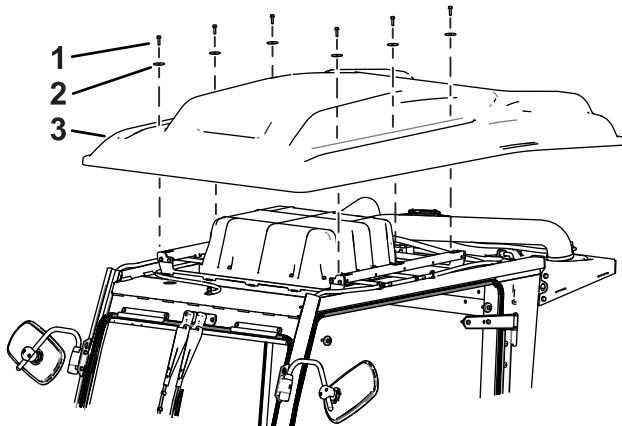

Рисунок 1
3. Снимите крышу кабины, как показано на Рисунок 1.